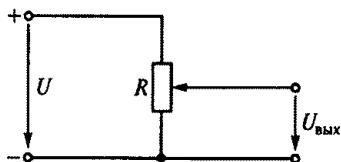

Рис. 266
12.7. Как изменится выходной сигнал потенциметрического датчика $U_{\text{вых}}$ на рис. 266, если напряжение U , питающее потенциометр, увеличится?